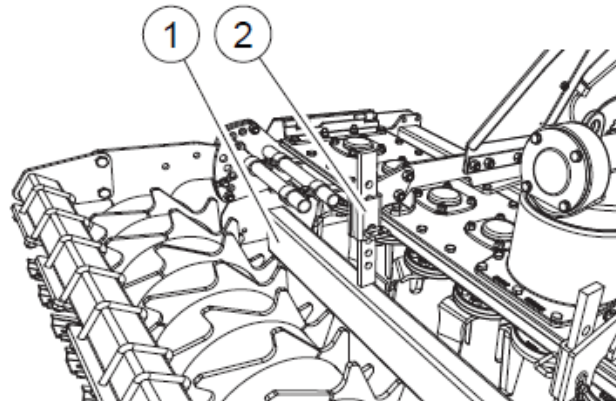

FIG. 24
Pour niveler et émietter encore mieux le sol, la herse est dotée d'une barre de niveleuse (1, "Fig. 24") placée à l'arrière des dents et réglable en hauteur à l'aide de broches (2). Il est conseillé de commencer le travail avec la barre niveleuse en position haute. Régler la position de la barre jusqu'à obtenir la position désirée.